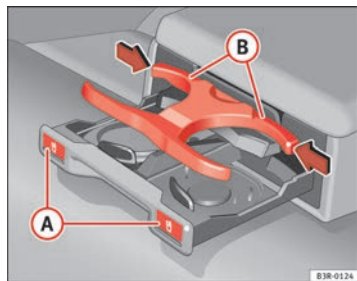

Abb. 121 Getränkehalter in der Armlehne hinten
- Drücken Sie auf das Symbol  ⇒ Abb. 121.